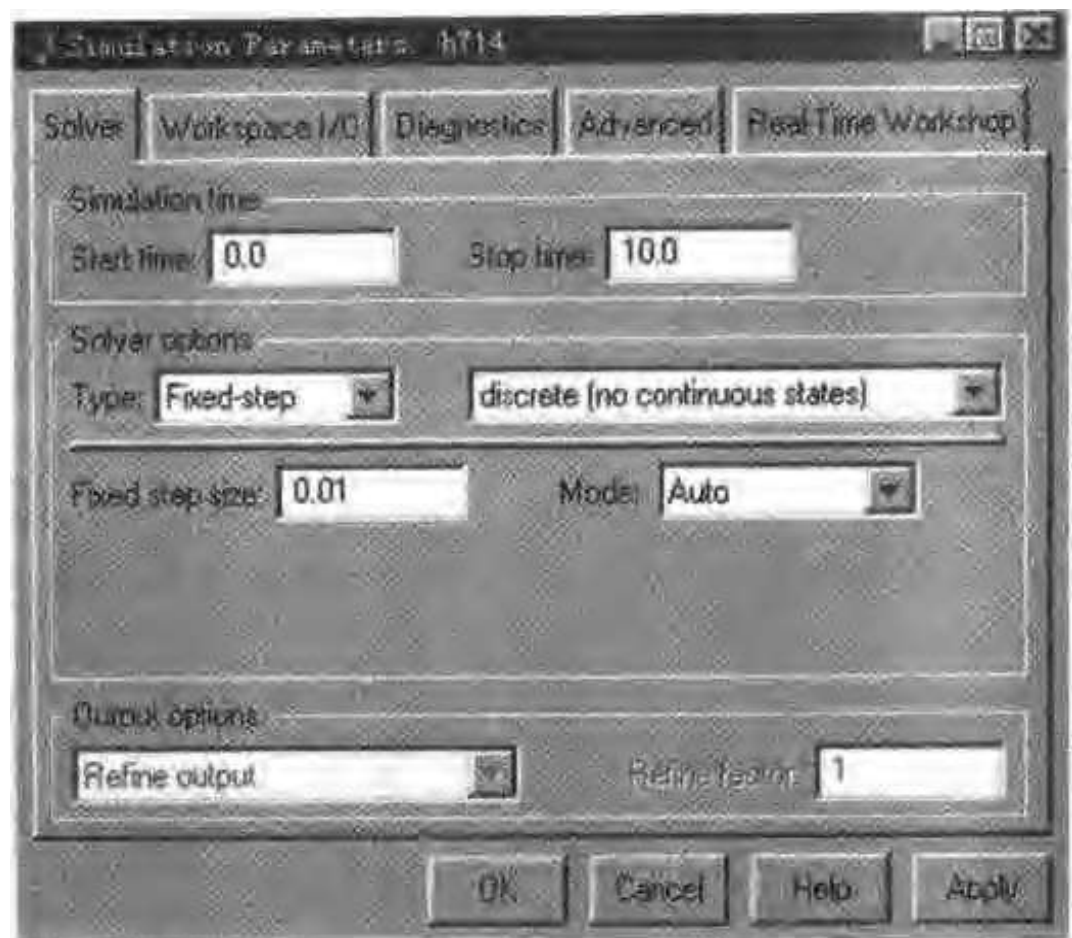

图 9-15 Solver 页的设置
(2)打开仿真参数对话框。在 Solver 页,把 Solver Options Type 置为 Fixed-step(固定步长),并且把 Fixed-step size(固定步长大小)置为 0.01,而仿真时间 Stop time 依旧是缺省保持不变,最后置 Decimation 为 1,如图 9-15 所示。